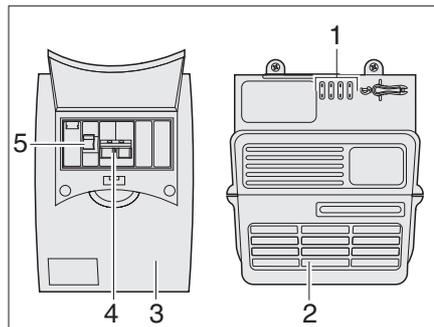

Bild 94 Netzgerät und Sicherungskasten
Der 230-V-Sicherungskasten (Bild 94,3) ist neben dem Netzgerät (Bild 94,2) montiert.
Im Sicherungskasten (Bild 94) befindet sich die Hauptsicherung (Bild 94,4) und ein Fehlerstromschutzschalter (Bild 94,5).
Der Fehlerstromschutzschalter (Bild 94,5) misst den Stromfluss von der Strom Hin- und Rückleitung. Besteht zwischen beiden Leitungen ein Gleichgewicht, wird der Fehlerstromschutzschalter nicht aktiv. Kommt es zu einer Differenz zwischen den Leitungen, unterbricht der Schalter den Stromfluss sofort. Dadurch verhindert er gefährliche Stromunfälle.
- Hauptschalter (Bild 94,4) nach oben auf Stellung "ON" drücken.
- Fehlerstromschutzschalter (Bild 94,5) nach oben auf Stellung "ON" drücken.